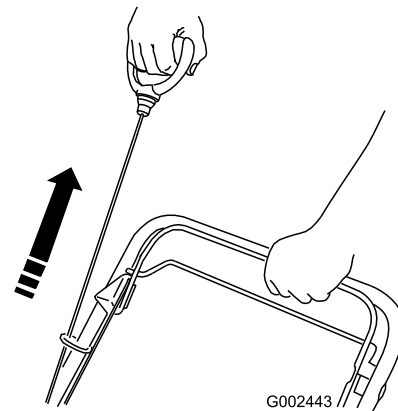

Figura 17
3. Arranque el motor con el arrancador (Figura 17).